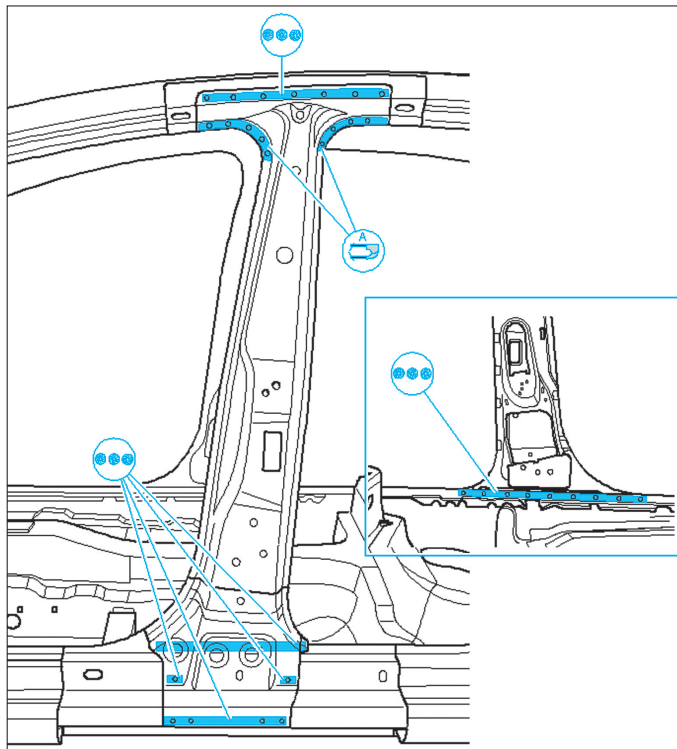

FIG. 40
- Effectuer les soudures correspondantes (Fig.40).